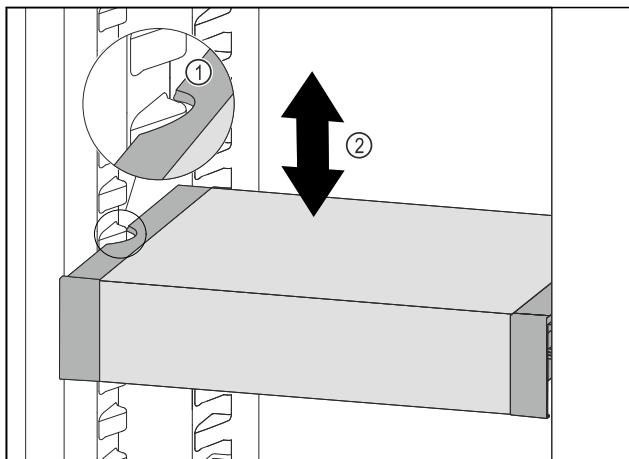

Fig. 146
- ▶ VarioSafe w chłodziarce przesunąć w górę lub w dół, aż zostanie osiągnięta żądana wysokość. Fig. 146 (2)